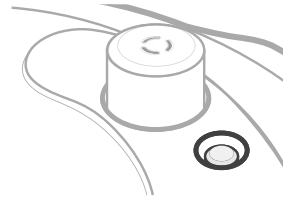

Abbildung 1.8
- Das Schwimmerventil zeigt an, ob im Schnellkochtopf Druck vorhanden ist. Wenn das Schwimmerventil in den Deckel gesunken ist, herrscht im Inneren kein Druck. [Abbildung 1.8]